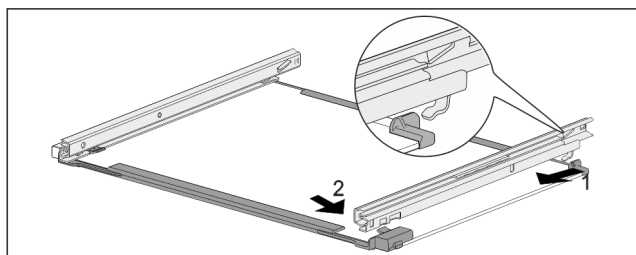

Fig. 175 Siinidega klaasplaat
- ▶ Riputage siin taga külge. Fig. 175 (1)
- ▶ Riputage siin ees külge. Fig. 175 (2)